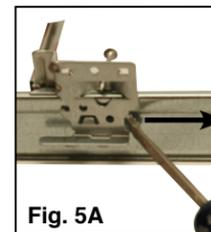

Fig. 5A
4. Bloquee cada pie de barra de suspensión en la barra T usando las dos trabas integradas o un tornillo para metal (suministrado por terceros). Si se desea un alambre de sujeción para soporte adicional, cada pie de barra de suspensión tiene orificios para permitir la fijación de dicho alambre. (Fig. 5A)